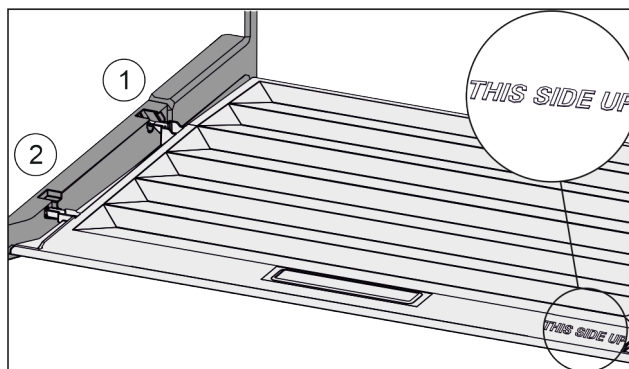

Fig. 34
- ▶ Introduceți nervura capacului prin orificiul suportului posterior Fig. 34 (1) și înclicetați-l în față în suport Fig. 34 (2).